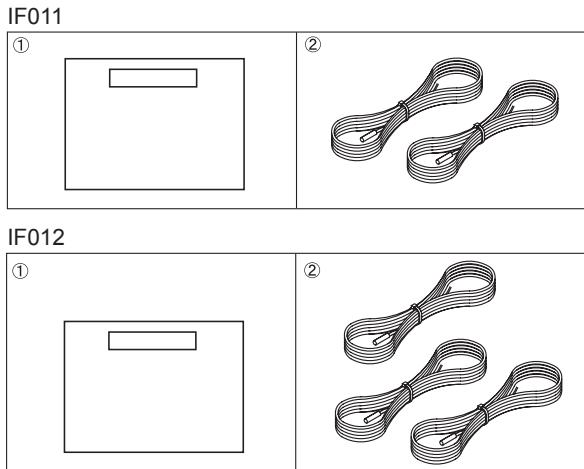

Fig. 2-1
2.1. Vérification des pièces (Fig. 2-1)